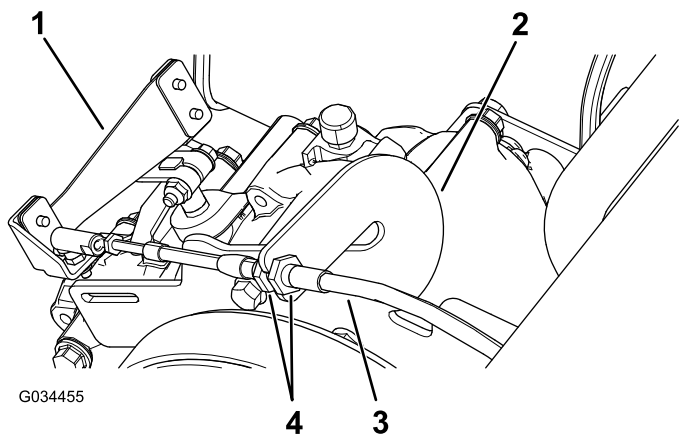

Bild 59
- Lösen Sie die Klemmmuttern am Bowdenzug und stellen sie ggf. ein (Bild 59).
- Testen Sie die Ganghebelstellung, indem Sie den Ganghebel auf drei unterschiedliche Stellungen drehen. Prüfen Sie, ob der Ganghebel (Bild 59) richtig beim Ändern der Gänge schaltet, siehe Ganghebel und Ganghebelanzeige \(Seite 13\).